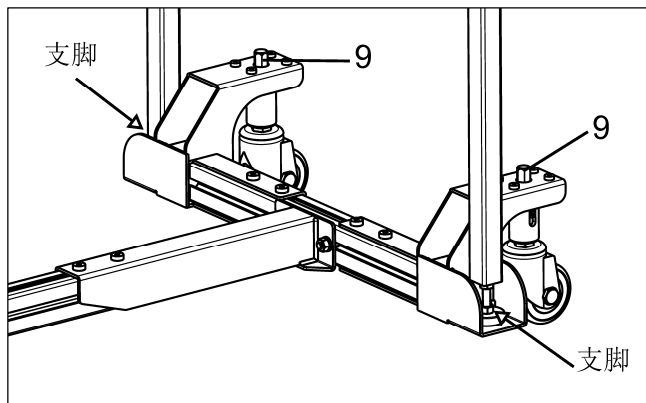

图 24
e.移除木块，调整支脚及滚轮高度（顺时针旋转调节丝杆“9”，滚轮上升；逆时针旋转调节丝杆“9”，滚轮下降），使得延伸台面与主台面平行。（见图 24）